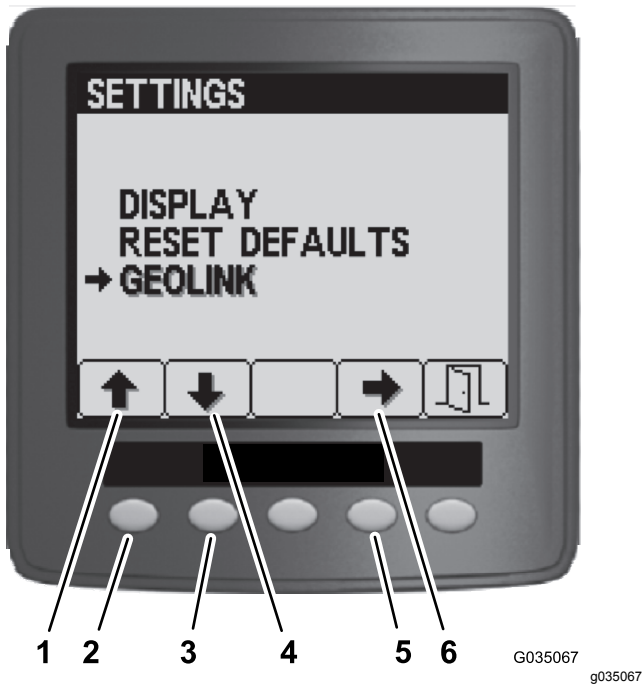

图 151
4. 在 Settings 设置菜单上按 1 号按钮或 2 号按钮直至 GeoLink 选项高亮显示然后按 4 号按钮导航至 GeoLink 菜单图 151。